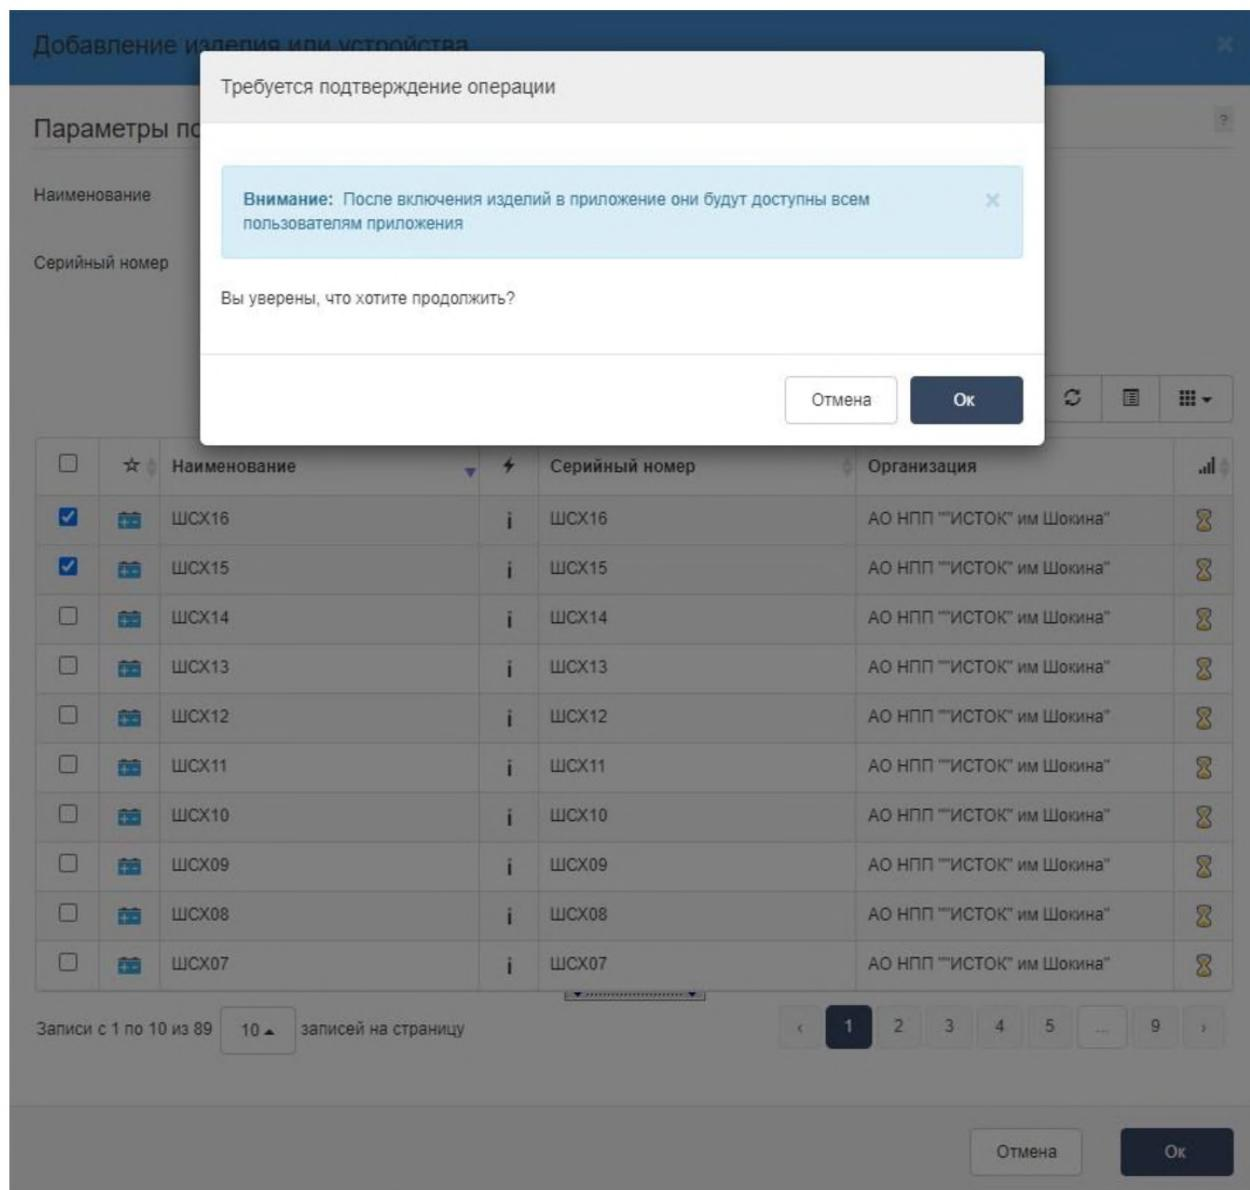

Рисунок 83 – Подтверждение операции
5) В окне подтверждения нажмите **OK** (рис. 83).